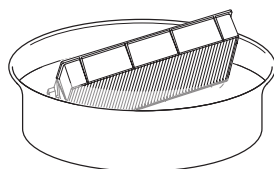

Fig. 1
**1) Lavez le filtre à air. (Fig. 1)**